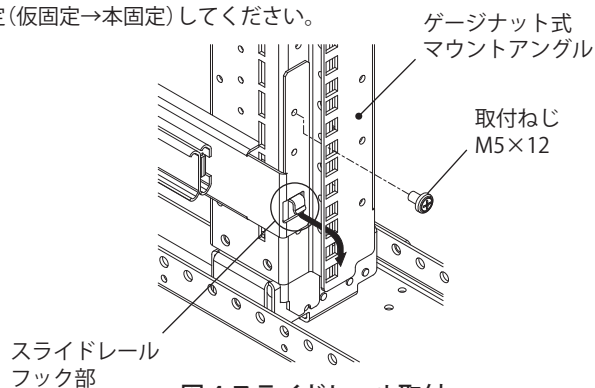

図 4 スライドレール取付
1. スライドレールの可動部を前へ出し、長さ調整用ねじを緩めてください。(図 4)